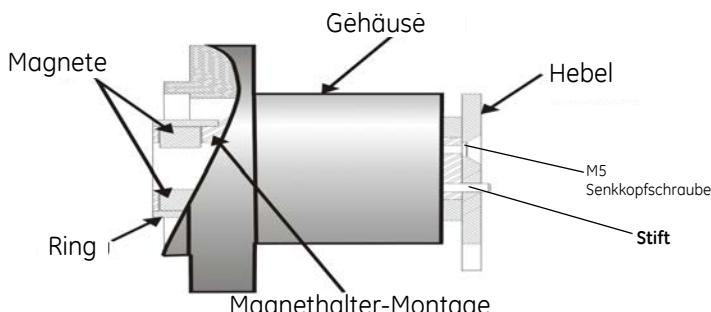

Abbildung 10 Magnet-Halter für Kolbenventile
1. Stellen Sie sicher, dass der Hebel mit der Magnetenordnung festgesteckt und sicher durch einen M5 Senkkopfschraube gehalten, um sicherzustellen, dass die Magnetachse vertikal ist, wenn der Hebel in der geschlossenen Ventilposition. Ziehen Sie Hebeleinschraube fest. Siehe hierzu Abbildung 10.